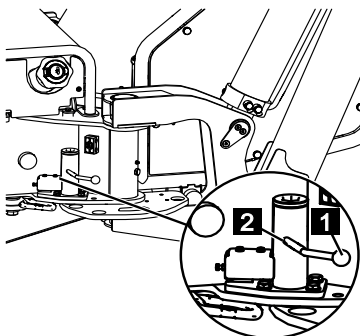

Fig. 124
2. Avec la main libre, tirer la goupille de blocage par la poignée (Fig.124/1) le long de la coulisse (Fig.124/2) vers le haut, jusqu'à ce que l'appui puisse pivoter librement.